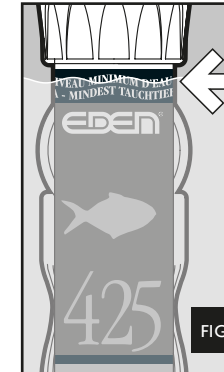

FIG. 1
- ♦ The heater must be submersed to at least the "MINIMUM WATER LEVEL" indication (fig. 1).
To obtain the best distribution of heat in the tank, place the heater inside the aquarium so that the water can circulate freely around the glass tube, with the heating element part at the bottom of the aquarium. Otherwise the thermostat cannot work correctly. The heater is fully submersible and for correct functioning it must be submersed at least till the "MINIMUM WATER LEVEL" mark (fig. 1).
- ♦ Le chauffage doit être immergé au minimum jusqu'à l'indication "NIVEAU MINIMUM DE L'EAU" (fig. 1).
Le chauffe-eau est complètement submersible et pour fonctionner correctement il doit être immergé au moins jusqu'au repère "NIVEAU MINIMUM DE L'EAU" (fig. 1).
- ◆ *De staafverwarming moet minimal tot het streep "MINIMUM WATER LEVEL" (afb. 1) onder water zitten.*
- Voor een ideale verdeling van de warmte is de staafverwarming op een plek te zetten, met een zo goed als mogelijk watercirculatie. Het moet verticaal het verwarmingselement richting aquarium bodem worden vast gezet. De staafverwarming kan volledig worden ondergedompeld maar moet minimal tot het streep "MINIMUM WATER LEVEL" (afb. 1) onder water zitten.
- ◆ *El termocalentador se sumergirá como mínimo hasta la indicación "NIVEL MÍNIMO DE AGUA" (fig. 1).*
El termocalentador es completamente sumergible, y para que funcione correctamente se debe sumergir al menos hasta la marca "NIVEL MÍNIMO DE AGUA" (fig. 1)